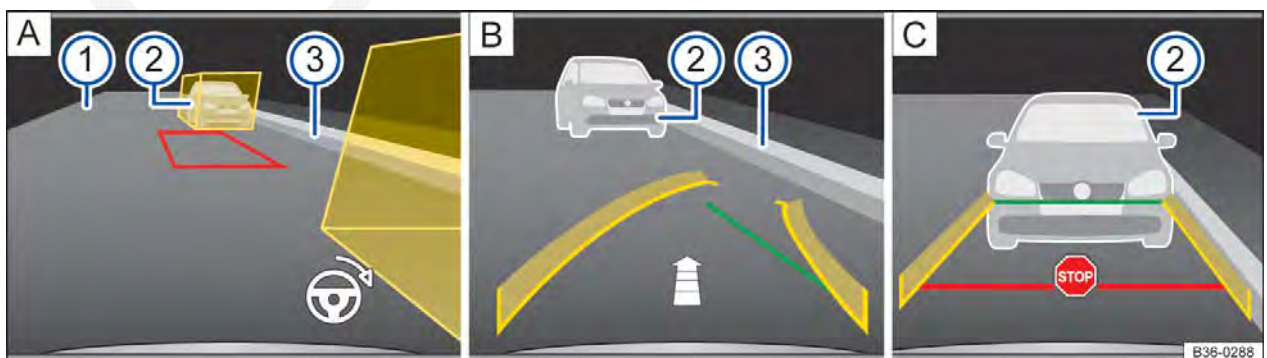

Fig. 158 Exibição do display da câmera de marcha a ré: entrar na vaga com o modo 2.
Legenda para Fig. 158:
6.	Posicionar o veículo a uma distância de aproximadamente 1 metro paralelamente à fila de estacionamento, de modo que as caixas de auxílio exibidas reconheçam todos os obstáculos ⇒ Fig. 158 ② A. Não pode haver obstáculos na área entre as caixas de auxílio.
O símbolo de volante na margem inferior direita da imagem ⇒ Fig. 158 A indica ao condutor o movimento do volante necessário durante todo o processo de estacionamento.
Uma seta ⇒ Fig. 158 B indica, dependendo da quantidade de segmentos representados, o trecho para trás que ainda deve ser conduzido.
14.	Conduzir mais para trás vagarosamente até que seja exibido o símbolo para parar ⇒ Fig. 158 C.